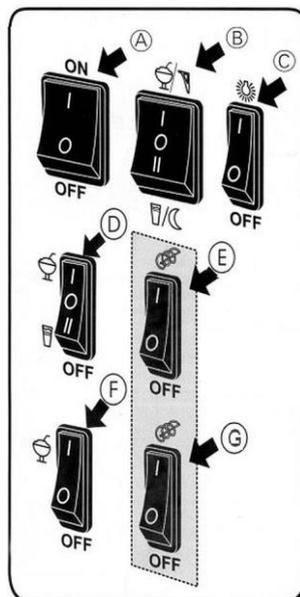

Fig. 4
2. Basculer l'interrupteur principal marche/arrêt (A, fig. 4) sur la position « I ».
3. Basculer l'interrupteur marche/arrêt (E) pour le réservoir 1 et (G) pour le réservoir 2 sur la position « I ».
4. Basculer les interrupteurs (B), (D) et (F) sur la position « I » pour activer le mode de refroidissement/congélation.
5. Si nécessaire, basculer l'interrupteur d'éclairage LED (C) sur la position « I » pour éclairer le réservoir.